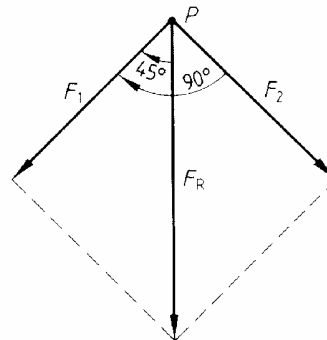

Bild 3.82 Hängewerk
17. Bestimmen Sie zeichnerisch und rechnerisch die Kräfte F_1 und F_2 am Hängewerk (Bild 3.82). Hinweis: Die rechnerische Bestimmung ist mit dem Satz des Pythagoras möglich, da die Kräfte F_1 und F_2 gleich groß sind. $F_R = 36 \text{ kN}$.